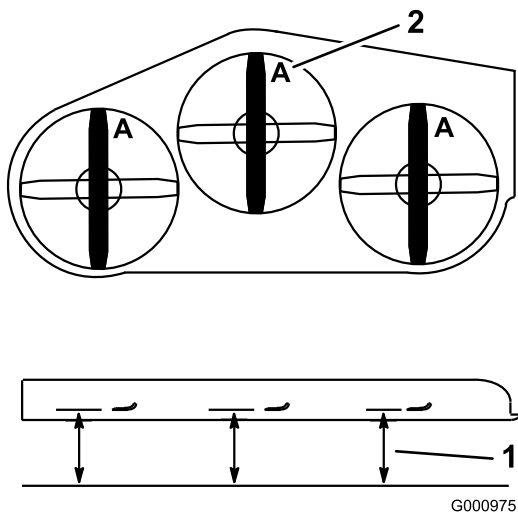

Figure 73
2. Mesurez la distance entre la surface plane et le tranchant (position **A**) des lames (Figure 73).